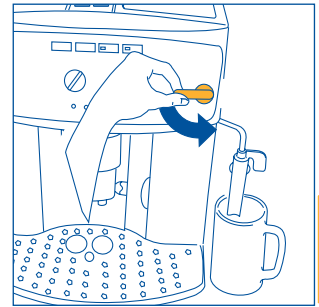
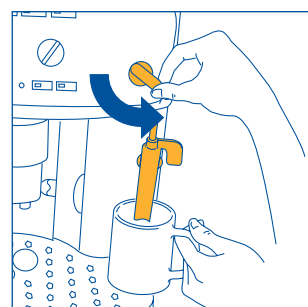
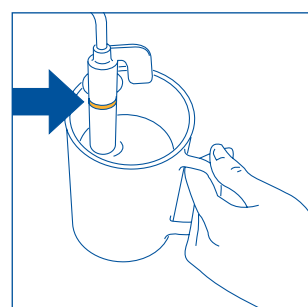

Fig.5
Fig.23
Fig.24
3. **TOUT DE SUITE APRÈS, DANS LES 30 SECONDES**, tournez complètement la manette vapeur en sens inverse des aiguilles d'une montre (fig. 5) (il est normal que la machine fasse du bruit).
- Tournez le robinet vapeur d'un demi-tour en sens inverse des aiguilles d'une montre (fig. 5) : l'eau chaude sortira de la buse à cappuccino et commencera à remplir la tasse.
- **Tout de suite après, dans les deux minutes qui suivent** (autrement la machine revient automatiquement à la fonction café) plongez la buse à cappuccino dans le lait (fig. 23) en veillant à ne pas immerger la ligne en relief sur la buse (indiquée par la flèche fig. 24). Tournez le robinet vapeur d'un demi-tour en sens inverse des aiguilles d'une montre (fig. 5). Attention à ne pas vous brûler ! La vapeur qui sort de la buse à cappuccino donne au lait un aspect crémeux et va augmenter son volume. Pour obtenir une mousse plus crémeuse, immergez la buse à cappuccino dans le lait et, dans un mouvement rotatoire, montez et descendez lentement le récipient. (Il est conseillé de ne pas faire sortir de vapeur pendant plus de 2 minutes à la fois.)
- Tournez complètement le robinet vapeur en sens inverse des aiguilles d'une montre (fig. 5) et laissez sortir un peu d'eau ou de vapeur pendant quelques secondes. Cette opération permet de vider le lait qui serait resté à l'intérieur du tuyau vapeur. **IMPORTANT** : Par mesure d'hygiène, il est recommandé de toujours exécuter cette opération, afin d'éviter que le lait ne stagne dans les circuits intérieurs de la buse à cappuccino.